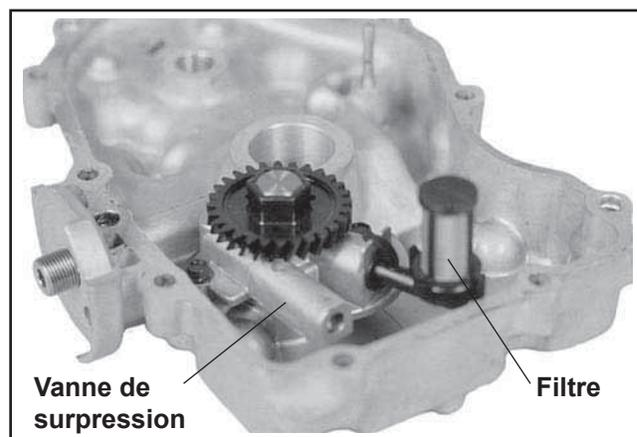

Figure 10-15. Pompe à huile, filtre à huile et vanne de surpression (type d'origine).
5. Si la soupape de décharge est comme celle montrée à la Figure 10-15, sortir la goupille pour retirer le ressort et le piston de la vanne de surpression d'huile. Voir les procédures suivantes de contrôle et de remontage.